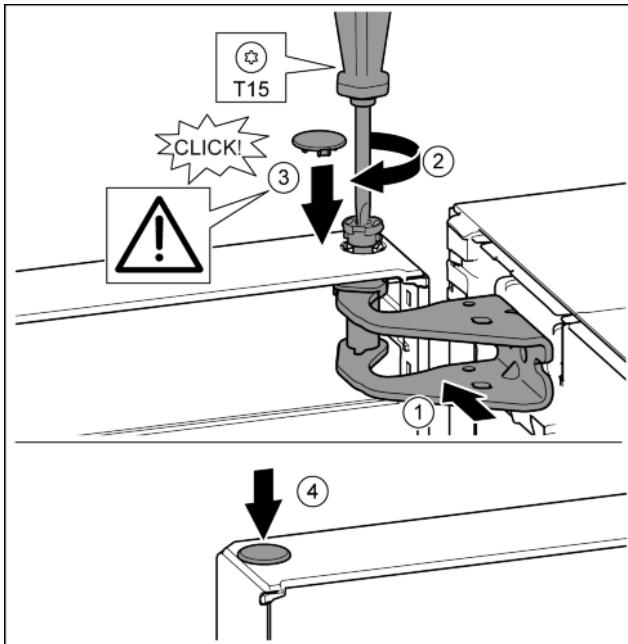

Fig. 20
- Дверь вверху выровнять по отверстию в опорном кронштейне. Fig. 20 (1)
- Вставить палец и затянуть отверткой T15. Fig. 20 (2)
- Установить предохранительную крышку для защиты двери: вставить предохранительную крышку и проверить, прилегает ли она к двери. В ином случае вставить палец полностью. Fig. 20 (3)
- Вставить заглушку. Fig. 20 (4)